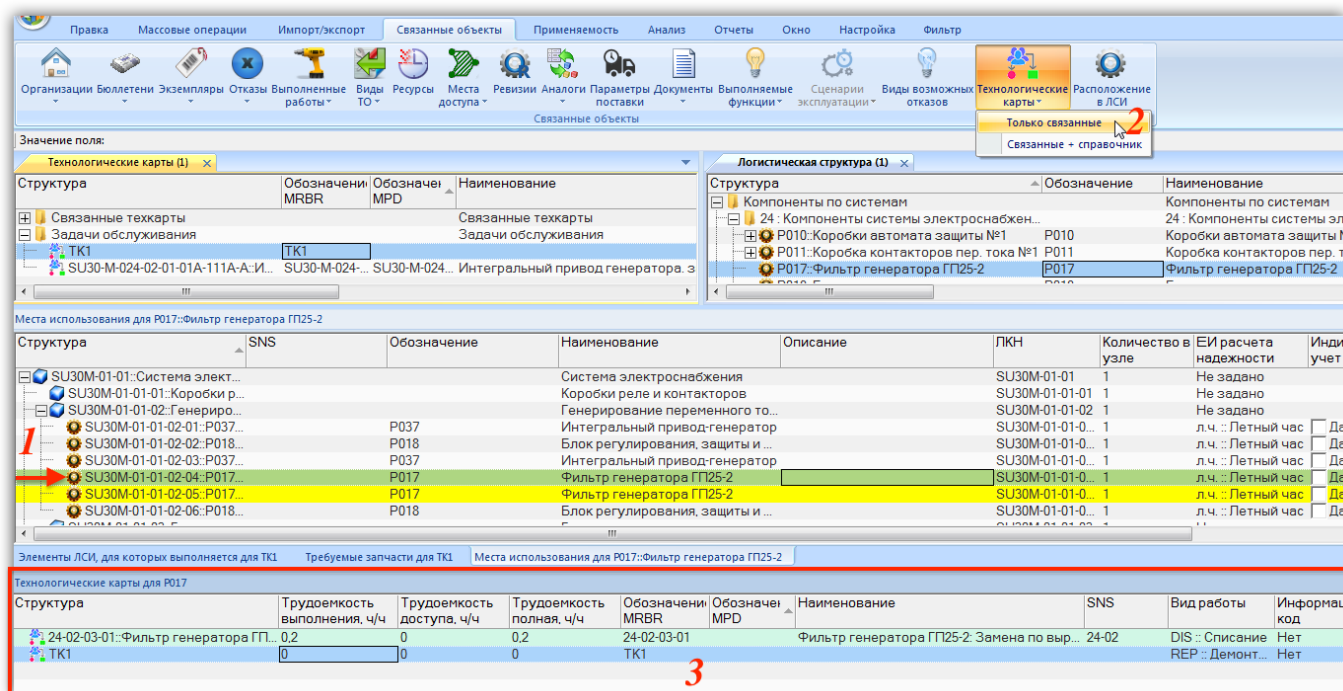

Рис. 12-50 – ТК, связанные с данным месторасположением компонента P017 в ЛСИ
- 1) Выбрать компонент в окне «Логистическая структура» или «Места использования» (1 на рис. 12-50).